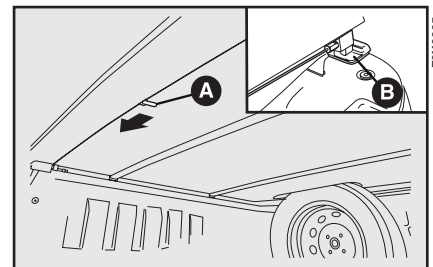

fig. 84
- ruotare il fermo meccanico A-fig. 84 agendo nel senso indicato dalla freccia, disimpegnando il dispositivo di bloccaggio B;